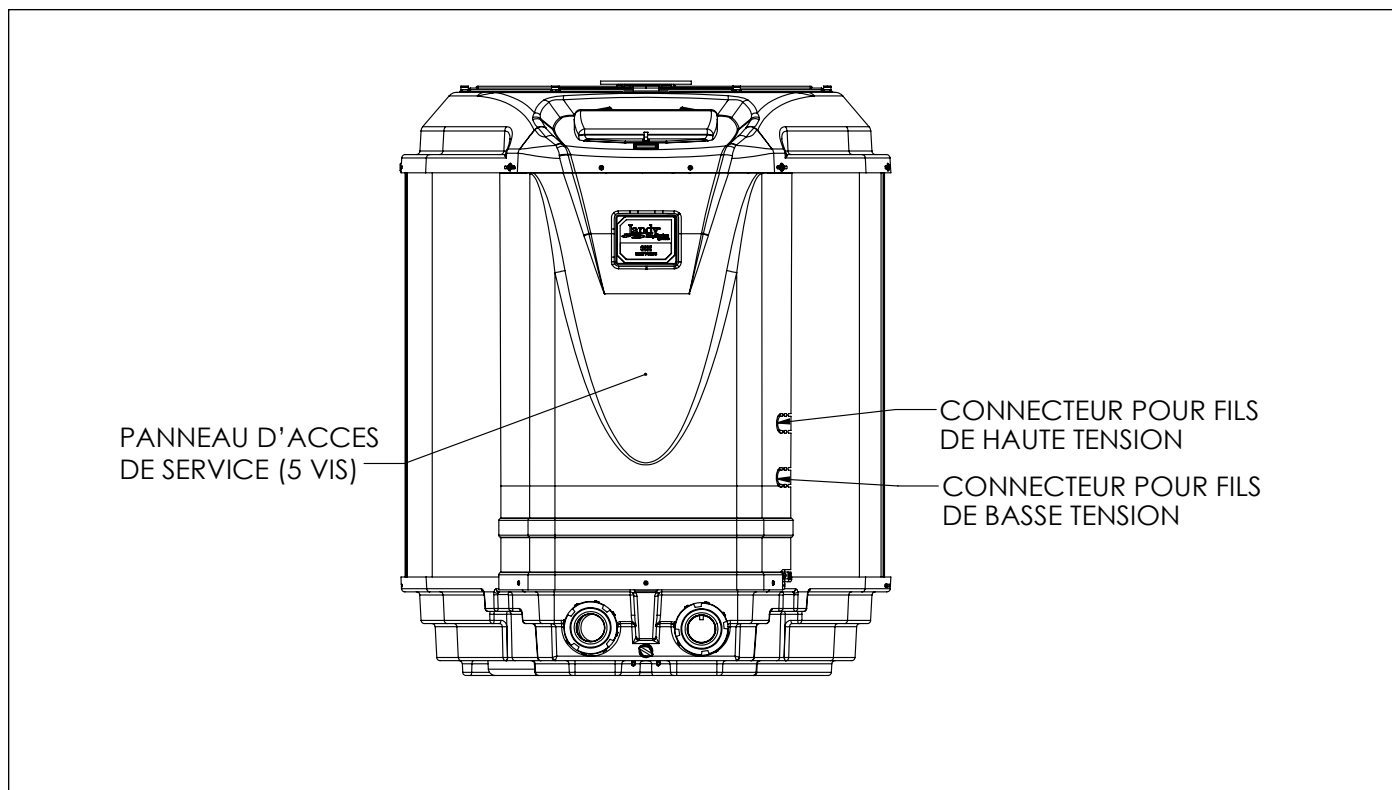

Figure 10. Vue de face de la thermopompe de la série JE de Jandy Pro
2. Retirer les cinq (5) vis qui attachent le panneau d'entretien et d'accès à l'unité de la thermopompe (voir Figure 10).
4. Les câbles électriques d'alimentation doivent être acheminés à travers des conduits étanches. Passer les fils et le conduit par le trou désigné pour les câbles à haute tension du côté droit de la thermopompe. Effectuer les raccords en dessous de la boîte de jonction en tôle. Voir la Figure 10 pour connaître l'emplacement du trou.
2. Retirer les quatre (4) vis qui attachent le tableau d'entretien et d'accès à l'unité de thermopompe et le couvercle de la boîte de jonction (voir Figure 10).
3. Acheminer les câbles du système de commande de la piscine et du spa jusqu'à la connexion de conduit étiquetée « connexion de basse tension », situé du côté inférieur droit de la thermopompe (Voir Figure 10).
2. Retirer les vis liant le tableau d'entretien et d'accès à l'unité de thermopompe et au couvercle de la boîte de jonction (Voir Figure 10).
3. Acheminer les câbles du système de commande de la piscine et du spa à la connexion du conduit étiquetée « Connexion de basse tension », située du côté inférieur droit de la thermopompe (voir Figure 10).
- Retirer les cinq (5) vis qui attachent le panneau avant à la thermopompe et enlever le couvercle de la boîte de jonction. Voir la Figure 10.
- Acheminer quatre (4) câbles solides de cuivre de calibre 22 dans le conduit étiqueté "Low Voltage Connection" (Connexion de basse tension) situé du côté inférieur droit de la thermopompe. Voir la Figure 10. Les câbles peuvent avoir une longueur de 91,4 m (300 pi).